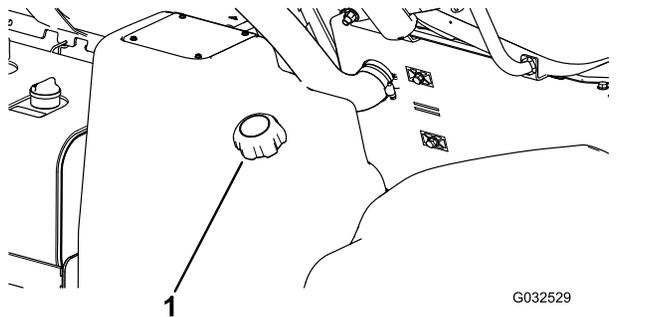

Figura 15
2. Pulite intorno al tappo del serbatoio del carburante (Figura 15).